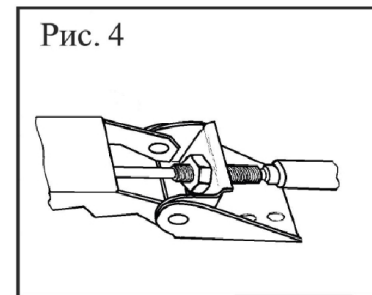

Рис. 4
2. Вкрутите Цилиндр (1) в держатель цилиндра (2) (см. рис. 4) Вставьте Шток (3) в Толкатель штока (4),